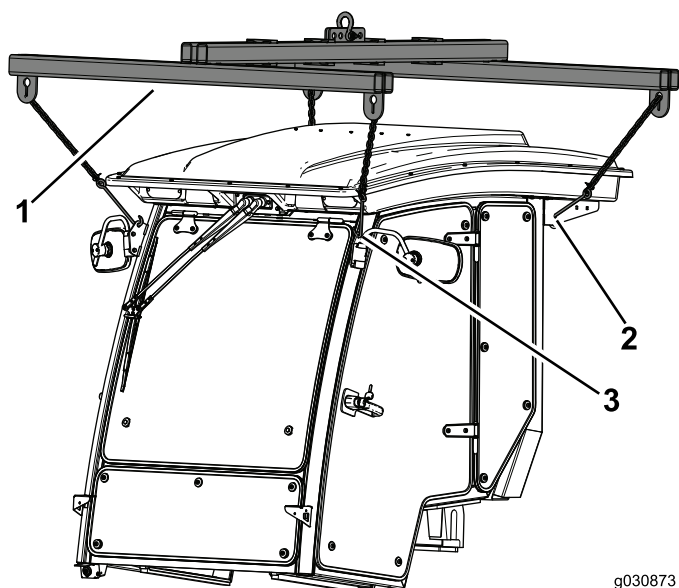

Figura 23
1. Utilize os quatro pontos de elevação para suportar a cabina acima da máquina (Figura 23).